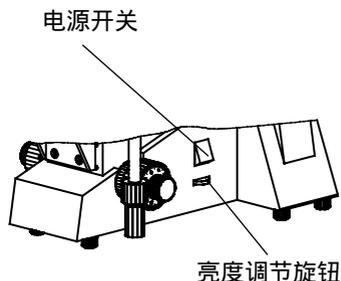

图 3
- 2) 打开电源开关，使照明器处于工作状态，参照图 3。如果灯不亮，请检查一下亮度控制是否处于过低的位置。